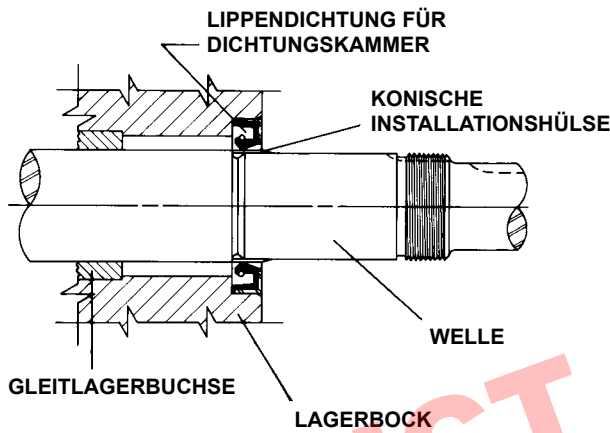

ABBILDUNG 7
2. Setzen Sie die Gleitringdichtung in den Lagerbock. Siehe Abbildung 7.